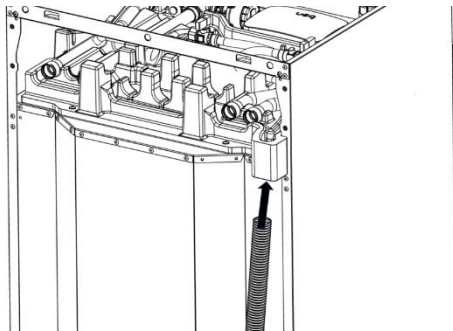

Fig. 6-2 - Afvoerslang BEN HU Tank (achterzijde aanzicht)
7. Steek de condens-afvoerslang in de trechter aan de achterzijde van de BEN HU Tank (fig. 6.2).